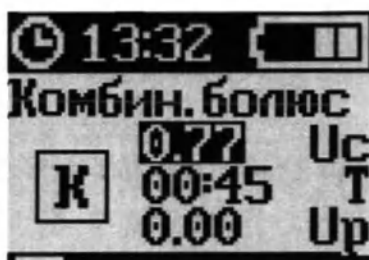

Рисунок 116 – Экран «КОМБИН.БОЛЮС» (доза Uc)
4. Кнопками «ВВЕРХ» и (или) «ВНИЗ» установить необходимую дозу (рисунок 116).